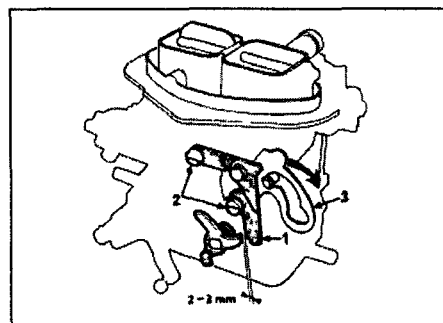

Рис. 4.31 Регулировка блокировки вторичной камеры
31 Откройте пусковое устройство и толкните рычаг (3) до упора в направлении стрелки (рис. 4.31). Зазор должен быть равен 2...3 мм.